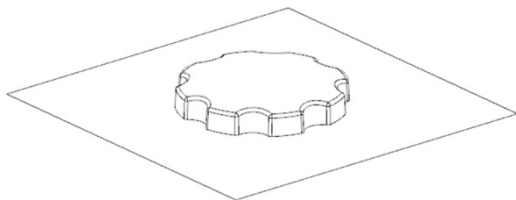

图 7-8 创建拉伸曲面
(10) 单击“完成”按钮，在【拉伸】对话框中对“指定矢量”选择“YC↑”，“结束”选择“对称值”，把“距离”为 50mm，“布尔”选“无”。
(11) 单击“确定”按钮，创建拉伸曲面，如图 7-8 所示。